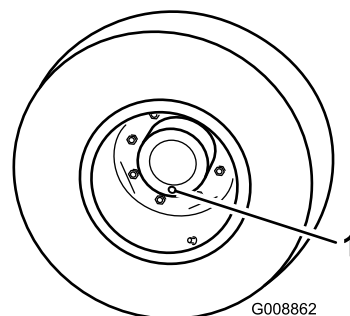

Figura 48
1. Coloque a máquina numa superfície plana, posicione uma roda de forma a que um dos tampões de verificação se encontre na sua posição mais baixa (6 horas) (Figura 48).